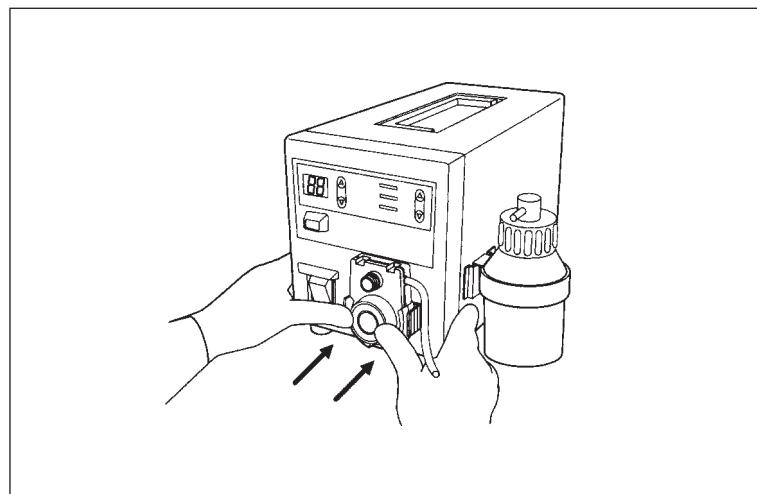

Рис. 3.4
- 4.** Для надёжного присоединения Водяного Насоса, необходимо вставлять его в Гнездо на передней панели ПРИБОРА ДЛЯ ТЕРМОКОАГУЛЯЦИИ, используя большие пальцы обеих рук (См. рис. 3.4).